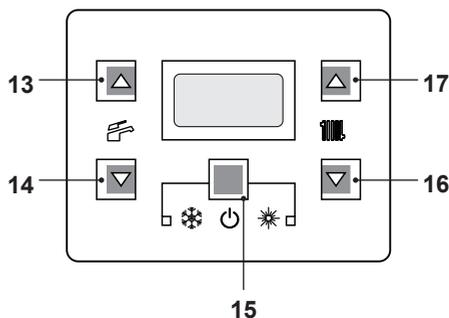
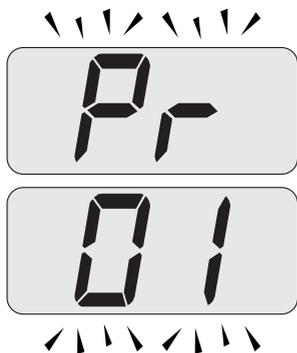
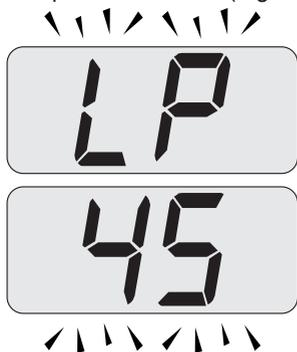
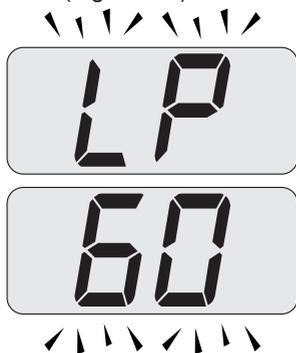

Figura 7.2
Figura 7.3
Figura 7.4
Figura 7.7
- Entrare in "modalità programmazione" premendo contemporaneamente per 10 secondi i tasti 15 - 16 - 17 (Figura 7.2) fino a far apparire sul display LCD le lettere **Pr** che si alternano con il codice **01**, indicanti l'entrata nel "parametro 01" (Figura 7.3).
- Premere contemporaneamente i tasti 16 e 17 (Figura 7.2) fino a far apparire sul display LCD le lettere **LP** che si alternano con il valore di temperatura dell'acqua di riscaldamento (es. **45**), indicanti l'entrata nell'attivazione della "funzione spazzacamino" alla potenza minima (Figura 7.4).
- Premere il tasto 16 (Figura 7.2) fino a far apparire sul display LCD le lettere **LP** che si alternano con il valore di temperatura dell'acqua di riscaldamento (es. **60**), indicanti l'entrata nell'attivazione della "funzione spazzacamino" alla potenza minima in sanitario (Figura 7.7).
- Spegnere la caldaia tenendo premuto per 2 secondi il tasto 15 (Figura 7.2) fino a far